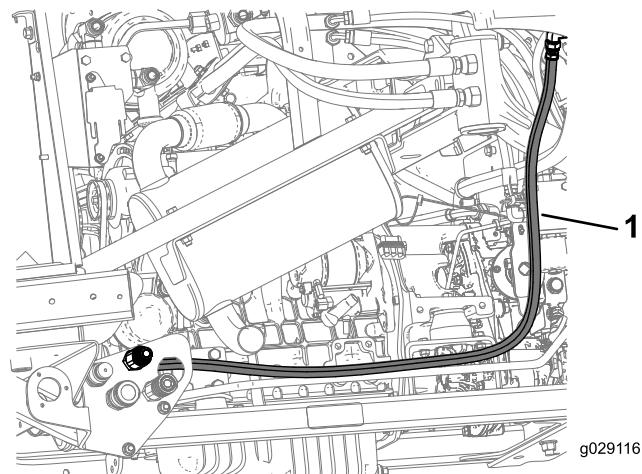

Figure 25
- Reliez le flexible hydraulique A du raccord à 90° (3/8 x 3/8" mâle) au raccord union de traversée (2,57") sur le raccord rapide (1/2 femelle x 1/2" mâle) sur la traversée, comme montré à la Figure 25.